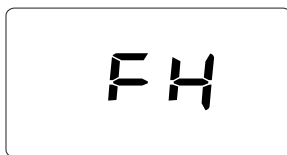

fig. 6- Ontluchting met ingeschakelde ventilator
- De eerstvolgende 20 seconden wordt op het display **FH** weergegeven, hetgeen betekent dat de verwarmingsinstallatie ontlucht wordt met werkende ventilator (fig. 6).